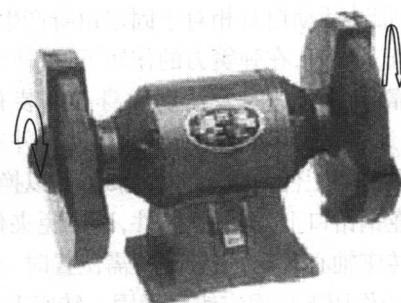

图1-5 砂轮机
砂轮机(图1-5)主要由电动机、砂轮和机体组成,用来刃磨如錾子、钻头等刀具或一些工具,有时也用来磨去工件或材料上的毛刺、锐边、氧化皮等。
(1) 启动后,观察砂轮的转向是否正确(转向如图1-5箭头所示),只有在